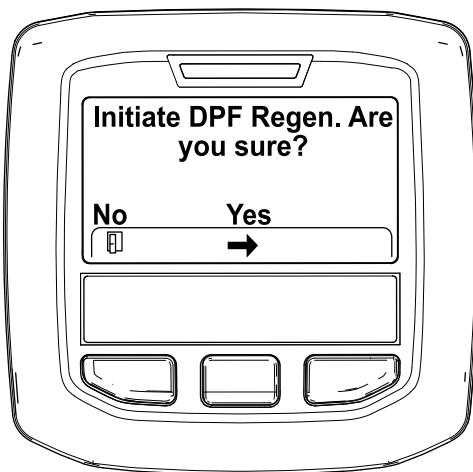

図 32
4. Initiating DPF Regen DPF 再生開始 Are you sure? というメッセージが表示されるので、中央ボタンを押す 図 32。